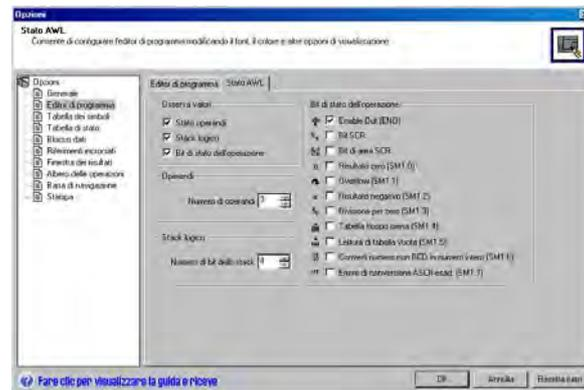

Figura 8-3 Opzioni per la visualizzazione dello stato AWL
STEP 7-Micro/WIN consente di visualizzare lo stato di vari parametri delle operazioni AWL. Selezionare il comando di menu **Strumenti > Opzioni**, scegliere Editor di programma e fare clic sulla scheda Stato AWL (vedere la figura 8-3).